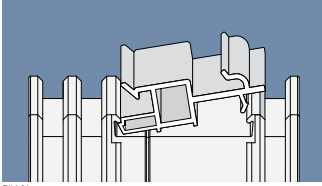

Bild 01
Schritt 1: Das Verbindungsprofil ist 30 mm kürzer als die Blendrahmenbreite. Hierbei ist zu beachten, dass das Verbindungsprofil in der Länge zentriert auf dem Blendrahmen positioniert und aufgeklopft wird (Bild 01 - 02). Bei Bedarf kann das Verbindungsprofil mit dem Blendrahmen verschraubt werden.